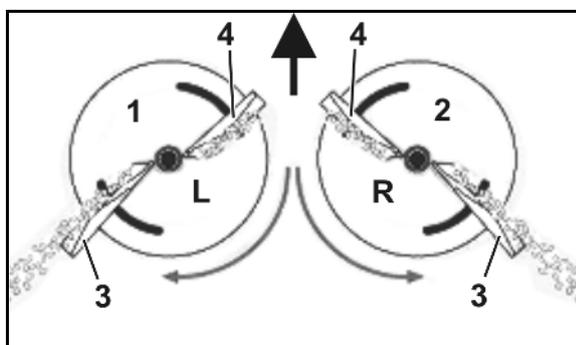

Fig. 19
- disco de dispersión izquierdo (Fig. 19/1) con la marca **L**.
- disco de dispersión derecho (Fig. 19/2) con la marca **R**.
- Larga (Fig. 19/3) - Escala de ajuste con valores del 35 al 55.
- Corta (Fig. 19/4) - Escala de ajuste con valores del 5 al 28.